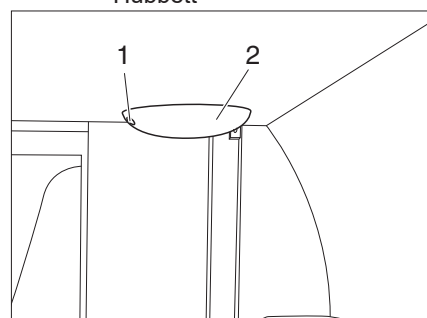

Bild 57 Nottrieb
Das elektrische Hubbett ist mit einem Nottrieb (Bild 57, 2) ausgestattet. Bei einem elektrischen Ausfall kann das Hubbett mit einer Kurbel manuell bewegt werden. Die Kurbel befindet sich in der Tasche mit den Bedienungsanleitungen.
- Kurbel in die Öffnung (Bild 57, 1) am Nottrieb stecken und so lange drehen, bis sich das Hubbett auf der gewünschten Höhe befindet.